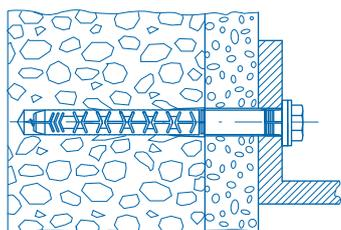

Рис. 5
- **Сквозной** (рис. 5) — через отверстие в закрепляемой детали. В случае сквозного монтажа закрепляемая деталь может служить шаблоном, что позволит уменьшить время монтажа.